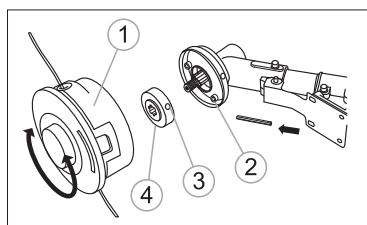

fig. 6
2. En retenant la tige dans les perforations 2 et 3 de la boîte du réducteur et de la rondelle 4, tournez la bobine avec le fil dans le sens inverse des aiguilles d'une montre contre une embase (fig. 6).